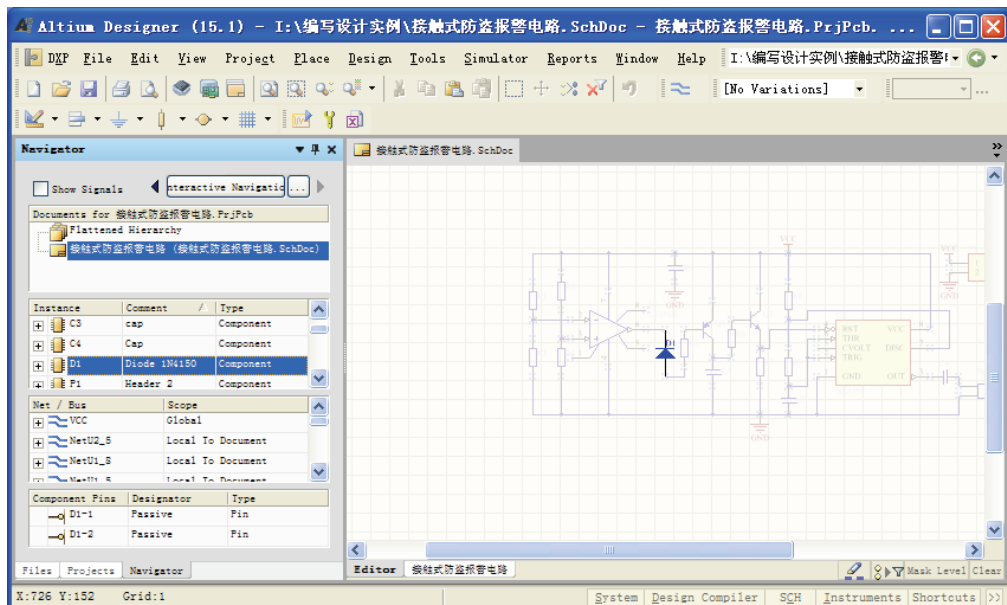

图 5-20 导航器面板的元件定位功能
(1) 元件定位功能。单击导航器面板第二栏“Instance”列表中的元件，编辑器窗口放大显示该元件（变焦显示），其他图件变为浅色（掩模功能），如图 5-20 所示。